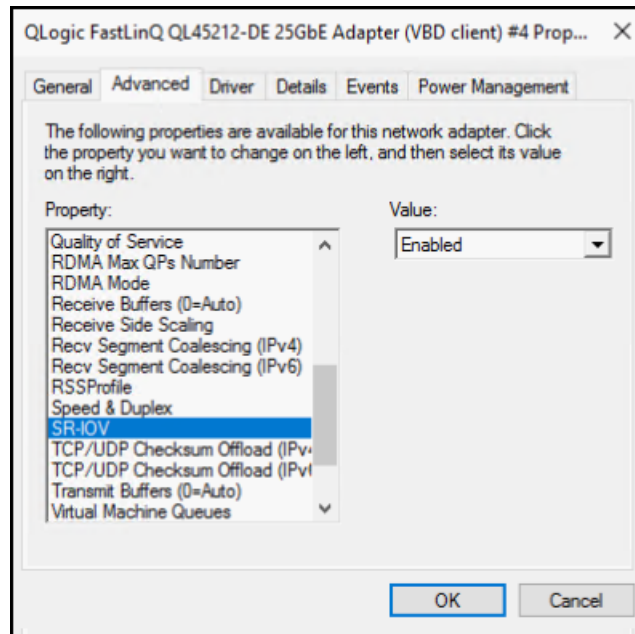

Figura 8-3. Propiedades del adaptador, Advanced (Avanzado): Activar SR-IOV
- c. En la página Advanced Properties (Propiedades avanzadas) (Figura 8-3) en **Property** (Propiedad), seleccione **SR-IOV** y después establezca el valor en **Enabled** (Activado).